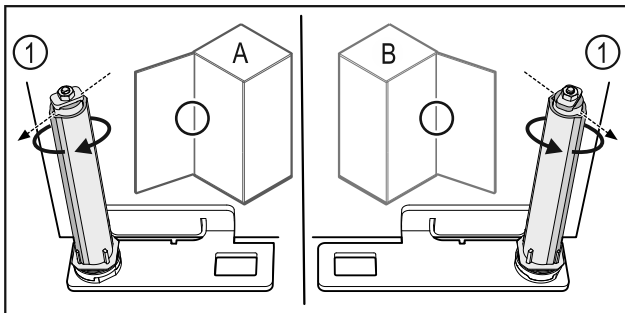

Fig. 61 Отваряне наляво (A) / отваряне надясно (B)
- ▶ Въртете затварящата система срещу съпротивлението, докато ребро на затварящата система Fig. 61 (1) сочи навън.